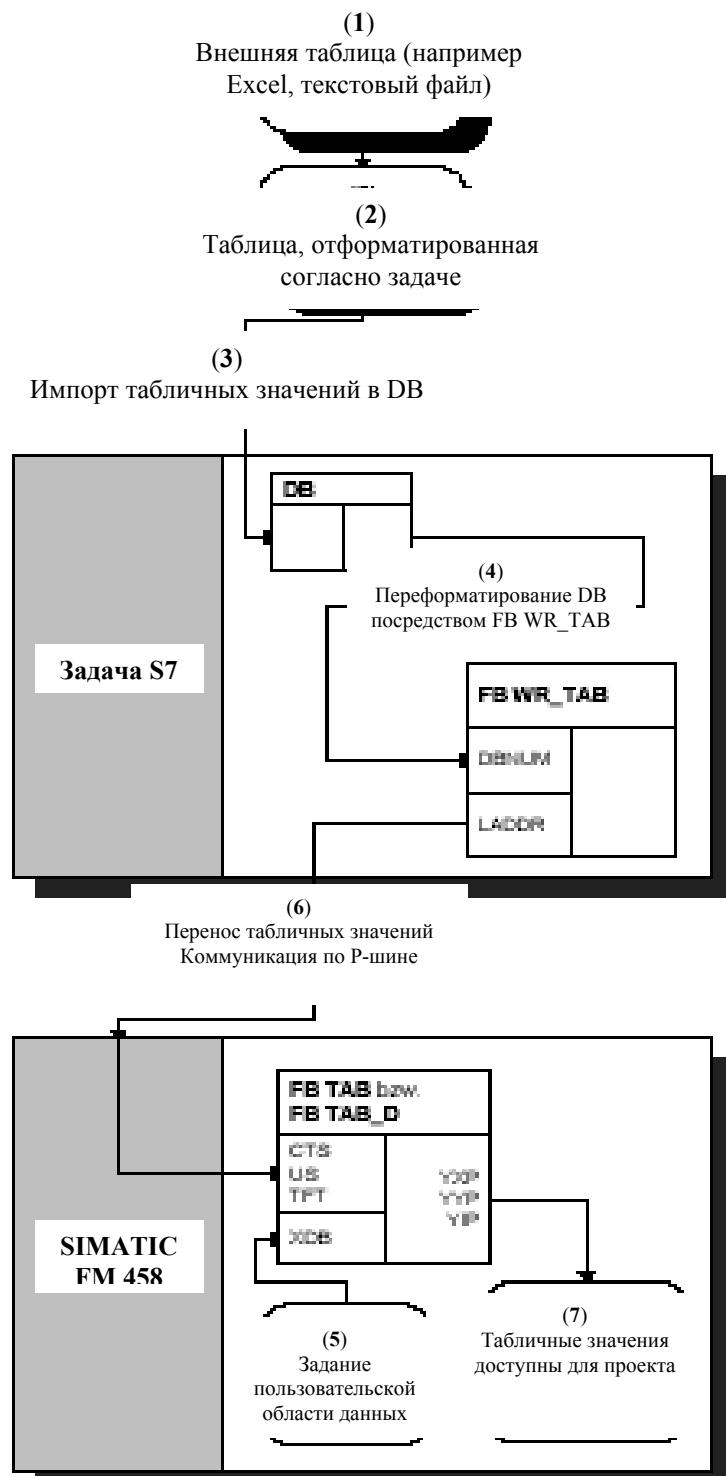

Рис. 3-68 Принципиальные положения режима "Автоматическое пользование: коммуникации (на примере коммуникации по Р-шине).
- **Автоматическое пользование: коммуникация,** означает, что табличные величины будут передаваться по коммуникационному интерфейсу (TCP/IP, DUST1, S7 по Р-шине). Если табличные величины передаются по Р-шине от S7-процессора на прикладной модуль SIMATIC FM458, со стороны S7-процессора дополнительно проектируется функциональный модуль WR_TAB (см. рис. 3-68).